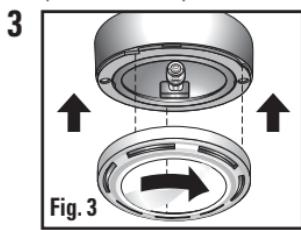

Fig. 3
Rattachez l'encadrement de la lentille à la tête de la lampe en alignant les deux (2) languettes de verrouillage de l'encadrement dans le couvercle avec les ouvertures correspondantes dans la tête (**Fig. 3**). Faites tourner la lentille dans le sens des aiguilles d'une montre pour la verrouiller en place. **N'ALLUMEZ PAS** les lampes halogènes si les encadrements des lentilles ne sont pas à leur place.